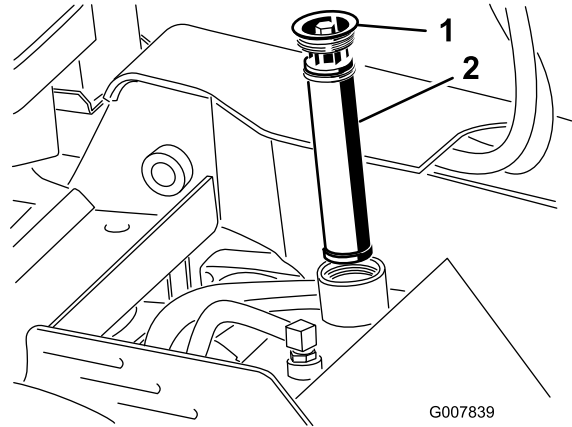

図 57
4. 古いフィルタを外して捨てる 図 57。
5. 新しいフィルタを取り付け、キャップ 図 57をして上部ボルトを13-15.5 N·m 2.3-2.8 kg·m = 110-140 in·lbにトルク締めする。